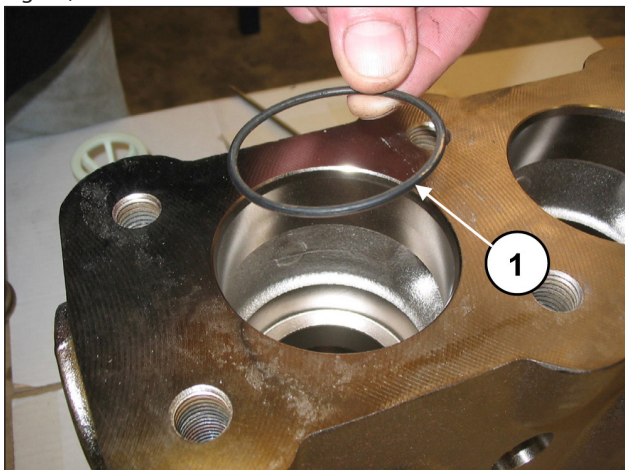

Fig. 93
Introducir la junta tórica, pos. dibujo desglosado 5 (pos. ①, Fig. 93).